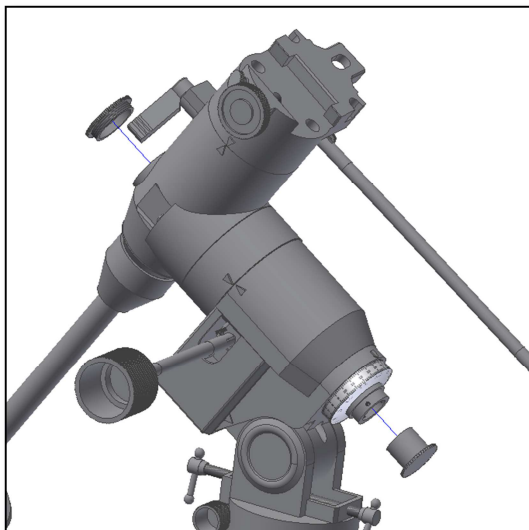

Abb. 2. Entfernen Sie die beiden Schutzkappen.
**3.1. Montieren des Polsuchers.** Entfernen Sie die beiden Polsucher-Plastikkappen von den Enden der Montierung (Abb. 2).